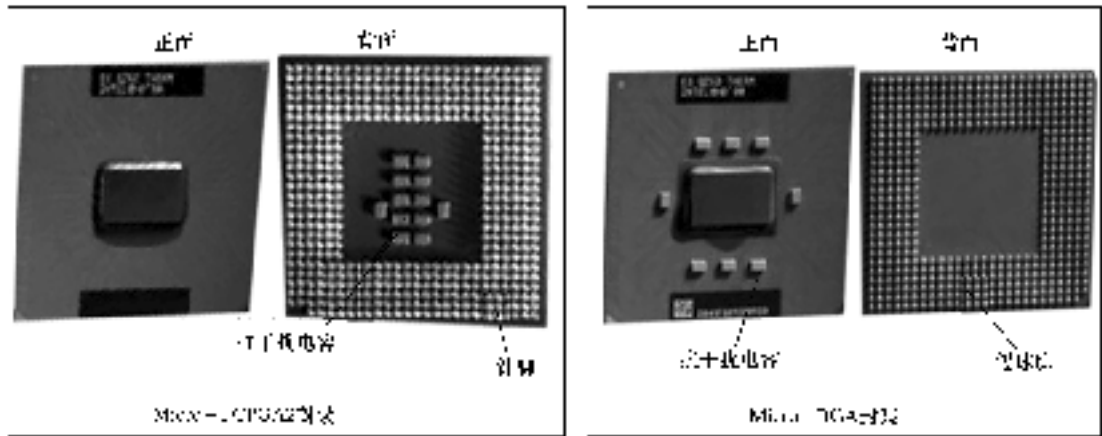

图 2-36 Micro-FCPGA 和 Micro-BGA2 两种 CPU 封装外部结构对比
4) Micro - FCPGA 和 Micro - BGA2 封装。Micro - FCPGA 和 Micro - BGA2 封装是目前最成熟、使用最广泛的封装方式。它们的外部结构对比如图 2-36 所示。
① Micro - FCPGA 封装。Micro - FCPGA 的英文全称为 “Micro Flip Chip Plastic Grid Array”, 中文名为 “微型倒晶片塑胶栅格阵列”, 该类封装形式的处理器在基板上包含一个朝下安装、由环氧树脂封装的芯片。其封装形式为插针, 针数为 478, 针长度为 2.03mm, 针直径为 0.32 mm。